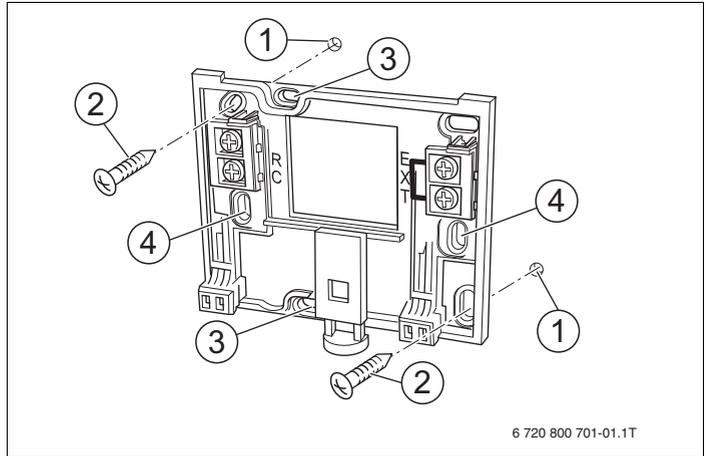

Fig. 5 Fixação da placa de montagem no reboco
- ▶ Fazer dois furos na parede no local previsto, utilizando a placa de montagem como gabarito para o efeito (fig. 5).
- ▶ Inserir as buchas fornecidas nos orifícios (fig. 5, [1]).
- ▶ Fixar a placa de montagem com os parafusos fornecidos (fig. 5, [2]).
Para a montagem numa caixa embutida poderá utilizar os furos de fixação laterais (fig. 5, [4]).